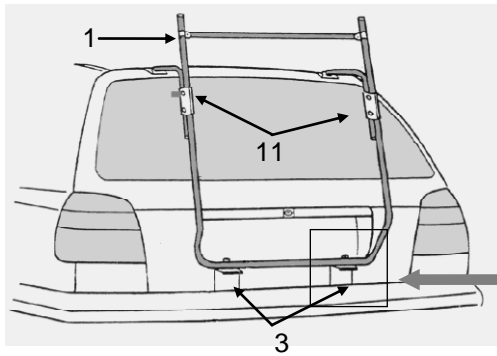

Abb. 4.2.
4. Befestigen Sie die Gummiformteile (24) an den unteren Montageelementen. Bei einigen Montageelementen wurden bereits werkseitig Lackschutzfolie eingeklebt, die keinesfalls entfernt werden dürfen (die Form kann von den abgebildeten Winkeln abweichen). Hängen Sie die Elemente in die leicht geöffnete Heckklappe ein siehe Abb. 4.1, bzw. schieben Sie die obere Platte hinter das Kennzeichen siehe Abb. 4.2. Richten Sie die unteren Montageelemente (3) so aus, daß die Vierkantstanzungen der unteren Montageelemente (3) genau unter den Bohrungen des Trägerrohres liegen.
5. Verbinden Sie die unteren Montageelemente (3) mit dem Trägergestell (1). Hierzu ziehen Sie das Trägergestell herunter und zu sich heran, bis sich die Bohrung im Trägerrohr genau in der Flucht der Vierkantstanzung der unteren Montageelemente befindet. Führen Sie nun die Spannschrauben (14) durch die Öffnungen von Montageelementen und Trägerrohr (Achten Sie darauf, daß der Vierkant der Schraube richtig in der Stanzung des Montageelements sitzt). Drehen Sie nun die Rändelmutter (13) so weit an, bis das Trägerrohr auf den unteren Montageelementen (3) aufliegt. Hierdurch wird der Träger verspannt und erhält seine Stabilität. Jetzt werden die Muttern (11) an den Klemmbacken (8) fest angezogen. Die Muttern dürfen bis max. 11 Nm angezogen werden.